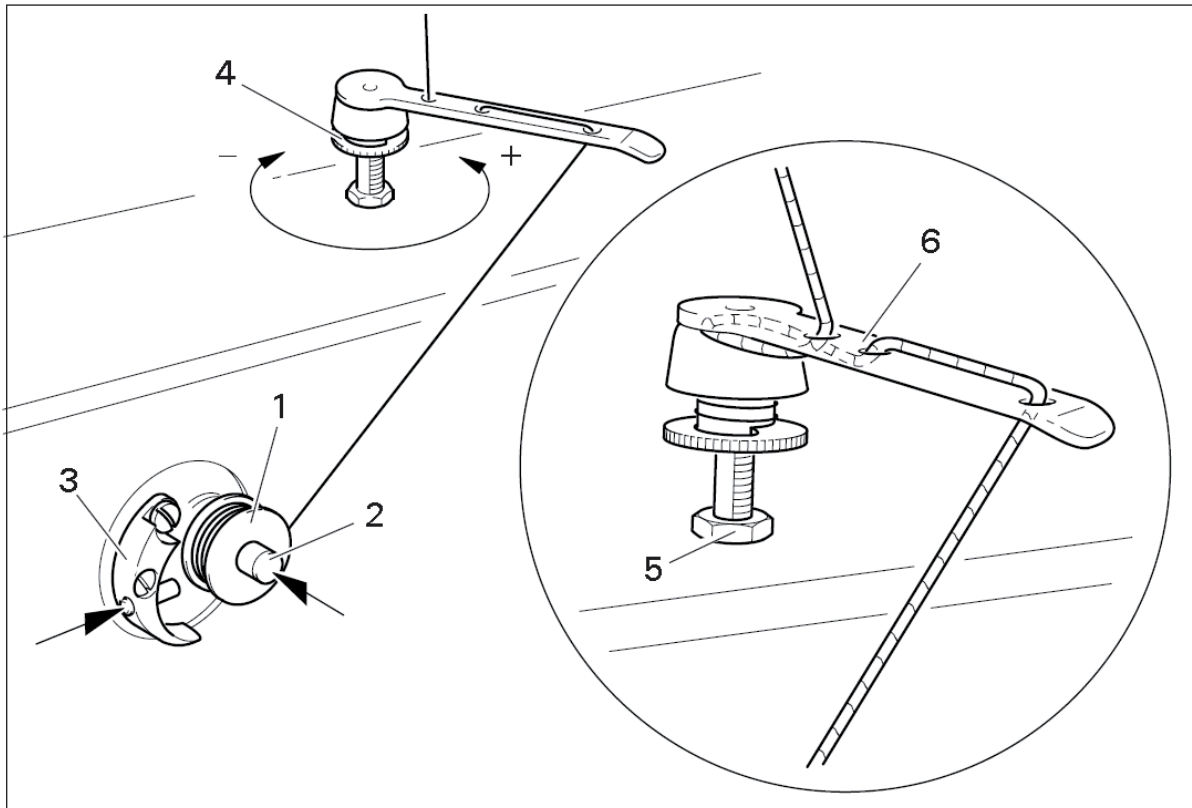

Fig.9.03
- Infilare il filo come da Fig.9.03 e avvolgerlo alcune volte in senso orario sulla spolina 1.